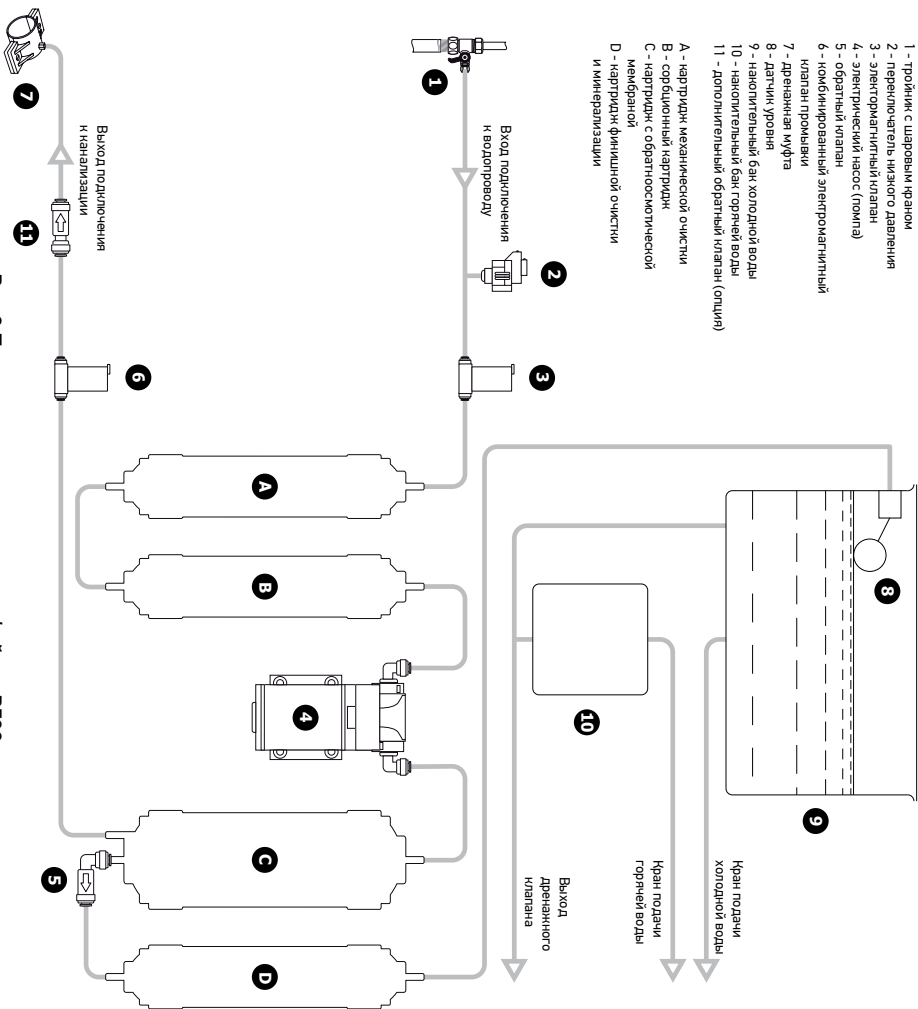

Рис.2 Принципиальная схема турфайдера R500.
На первой ступени предварительной очистки картридж А (см. Рис.2) из полипропилена задерживает механические примеси и прочие частицы размером крупнее 5 микрон. Картридж второй ступени В с прессованным активированным углем устраняет запах и удаляет из воды остаточный хлор и другие органические и неорганические примеси.
- Установить в водопроводную магистраль холодной воды тройник с шаровым краном (см. Рис. 2).
заброса воды из канализации в водоочиститель необходимо установить обратный клапан 11 перед дренажной муфтой 7 (см. Рис.2). При монтаже обратить внимание на то, чтобы стрелка на обратном клапане была направлена к дренажной муфте. Обратный клапан является опцией и приобретается дополнительно.
- Собрать с помощью входящей в комплект поставки пластиковой трубки (шланга) систему «магистраль → водоочиститель → канализация» в соответствии со схемой подключения (см. Рис. 2).